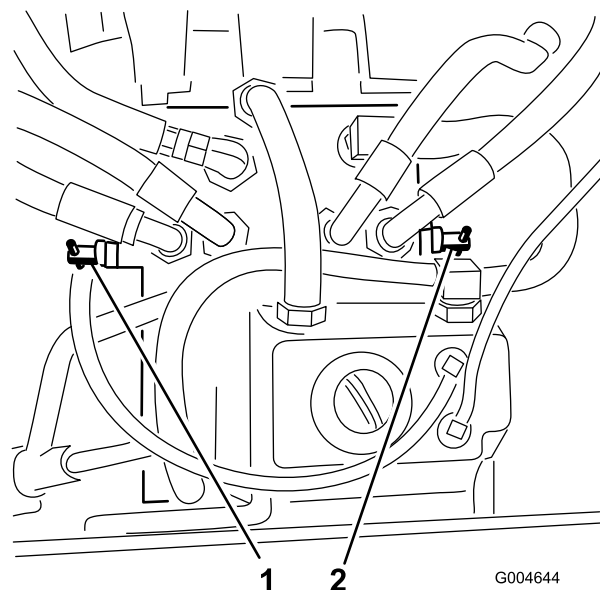

Figura 61
2. Localice las válvulas de desvío (Figura 61) y gire cada válvula de desvío una vuelta en sentido antihorario.
4. Cierre las válvulas girando cada válvula una vuelta en sentido horario (Figura 61).